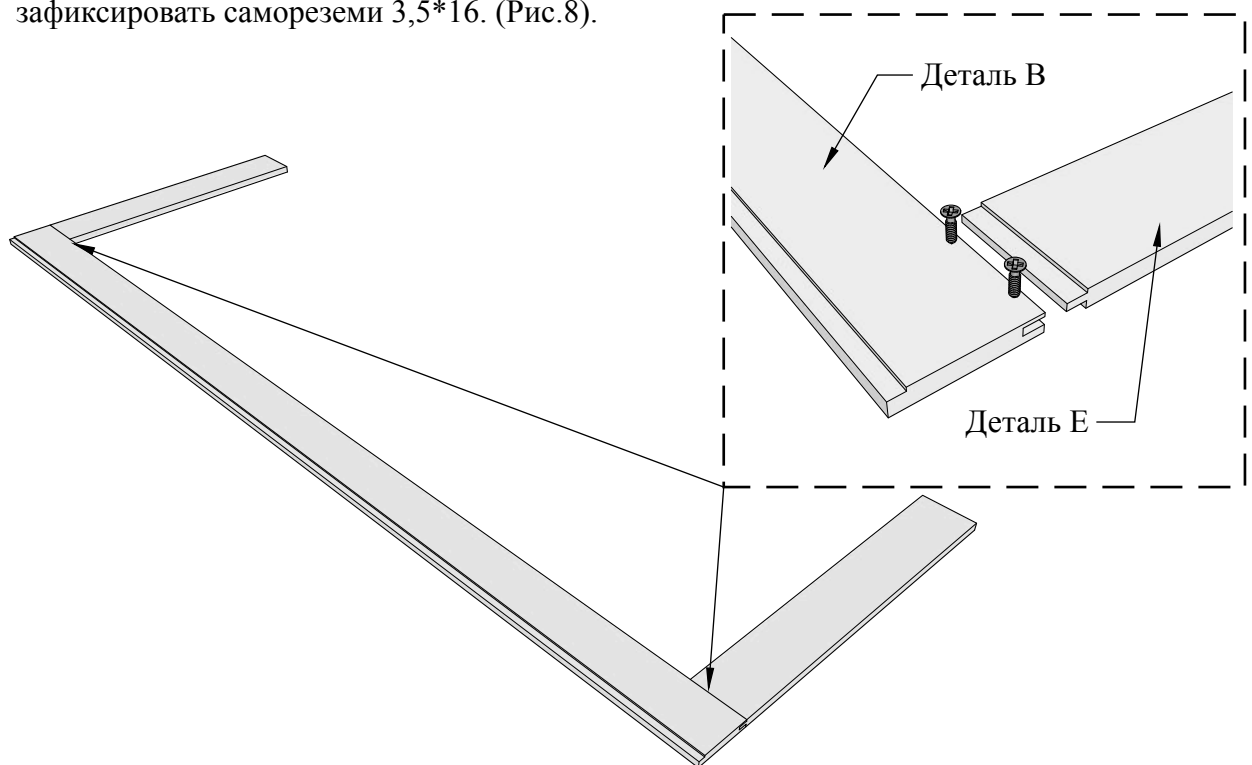

Рисунок 8
4.1 Взять боковые столбы (деталь В), установить по краям боковые царги (деталь Е) и зафиксировать саморезами 3,5\*16. (Рис.8).